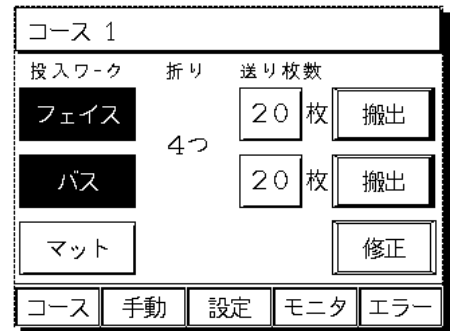
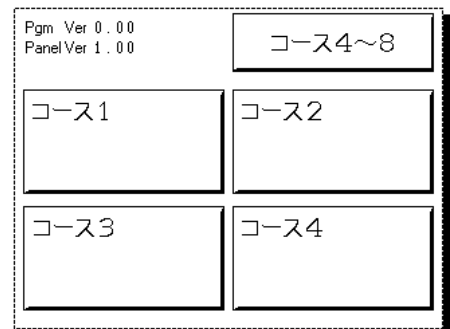

図7-2
図7-3
7.2.1 コースの選択(図7-2)
- ・ 運転画面(図7-2)の左下の「コース」でコース選択画面(図7-3)に切り替わります。
- ・ 「コース 1~8」のコース選択スイッチを長押しするとキーボードが表示されます。又は運転画面(図7-2)のコース名表示部を長押しするとキーボードが表示されます。(図7-4)
- 1) 投入ワーク(図7-2): 「フェイス」 ・ 「バス」 ・ 「マット」
2) 折り(図7-2): ・
- ・ **電源**を入れてください。※コース選択画面(図7-3)表示されるまで約 30 秒かかります。